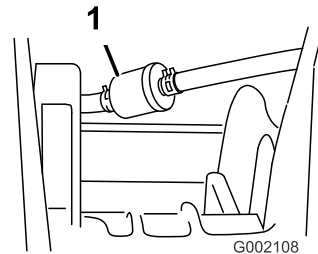

図 40
5. フィルタを燃料ラインに固定しているクランプを外す **図 40**。